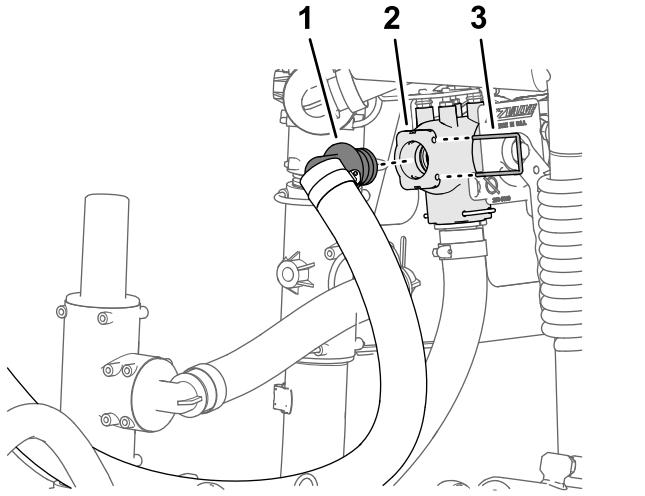

図 32
3. エダクタの給液ホースのバーブ付き90°フィッティングを、エダクタ停止バルブの空いているポートに組み付ける (図 32)。
- リテーナを使って、バーブ付きフィッティングを停止バルブに固定する図 32。